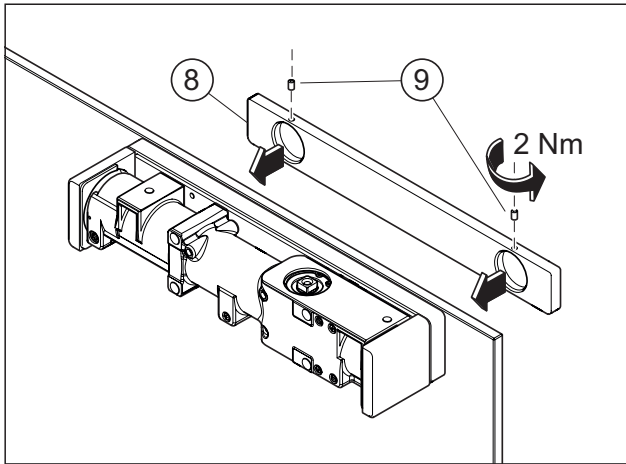

Abb. 11 Die Gegenplatte montieren
3. Die Gegenplatte auf die Systemfixierer stecken und mit den Gewindestiften befestigen (Abb. 11).